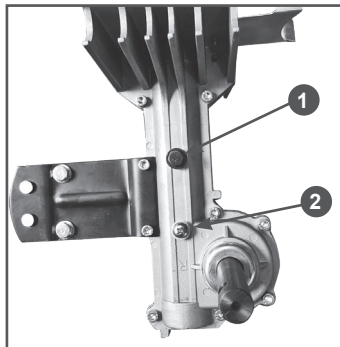

Рис. 22. Замена масла в корпусе редуктора
4. Очистите корпус редуктора вокруг пробок заливного 1 и контрольного 2 отверстий (Рис. 22).
5. Открутите пробку 1 заливного отверстия и пробку 2 отверстия для контроля уровня масла в корпусе редуктора (Рис. 22).
8. С помощью специального шприца или масленки через заливное отверстие 1 заливаете в корпус редуктора масло до тех пор, пока оно не начнет вытекать из контрольного отверстия 2 (Рис. 22).
9. Закрутите на место пробки контрольного 2 и заливного 1 отверстий (Рис. 22).